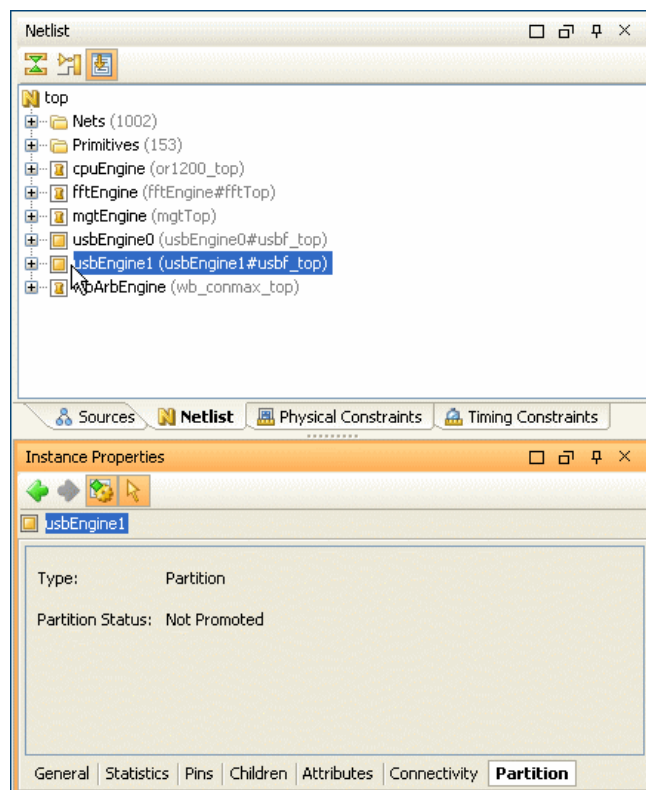

図 13-1 : [Netlist] ビューのパーティション
3. 図 13-1 のように、[Netlist] ビューに新しいアイコンが表示され、[Instance Properties] ビューに [Partitions] タブが表示されます。
インスタンスのパーティション プロパティは、図 13-1 のように、そのインスタンスを選択すると、[Instance Properties] ビューの [Partitions] タブに表示されます。